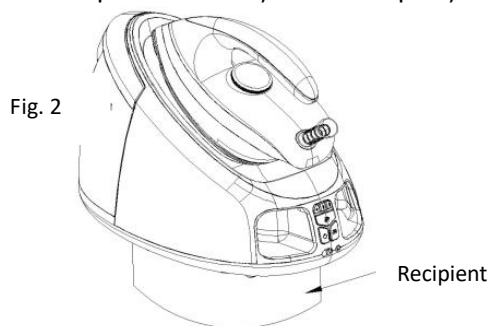

Fig. 2
4. Puneți baza aparatului pe un recipient adecvat sau pe o tavă specială de colectare a apei, apoi umpleți rezervorul de apă și montați-l înapoi (a se vedea Fig. 2). Asigurați-vă că aparatul este așezat într-o poziție stabilă.